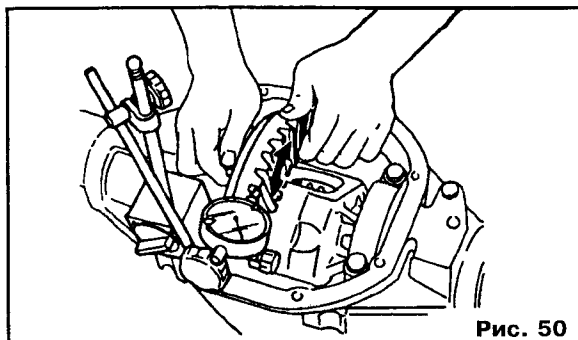

Рис. 50
15. Используя индикатор с круговой шкалой, измерьте зазор между кольцевой шестерней и ведущей шестерней (см. рис. 50). Зазор между кольцевой шестерней и ведущей шестерней: 0,13–0,18 мм.